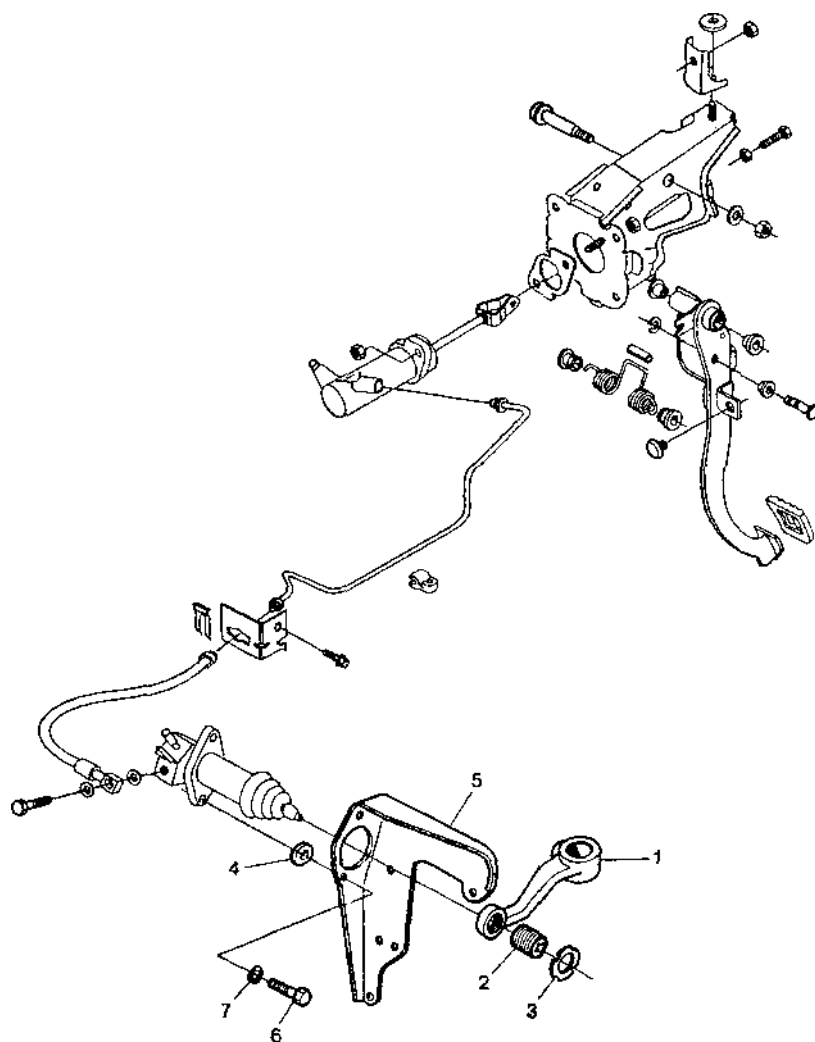

Рис. 4.1.14. Привод управления сцеплением:
- Отсоединить толкатель поршня главного цилиндра привода выключения сцепления от педали сцепления (рис. 4.1.14).
- Выкрутив болт, отсоединить от рабочего цилиндра привода выключения сцепления шланг, связанный с трубопроводом главного цилиндра (рис. 4.1.14). Заглушить отверстие шланга.
Регулировка выполняется с помощью резьбового упора 2 (рис. 4.1.14) при замене нажимного диска сцепления, выжимного подшипника, рычага, вилки сцепления или коробки передач.